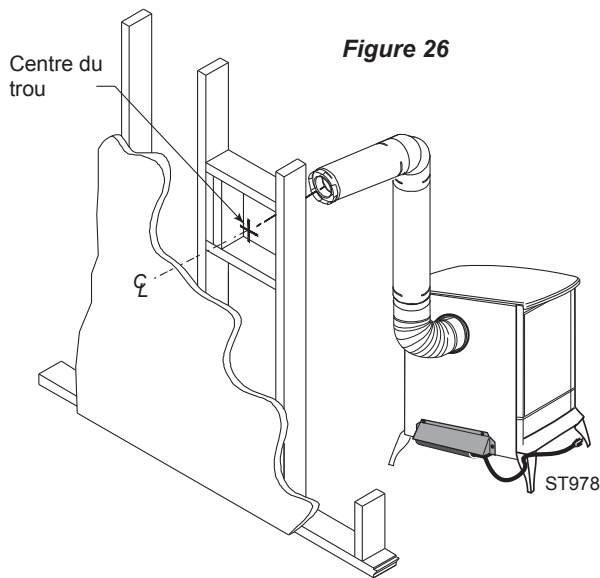

Figure 26
**Étape 3.** Avec la section de tuyaux de ventilation fixée à l'adaptateur de l'appareil, glissez et placez le poêle à son emplacement final. Indiquez sur le mur un trou de 10" x 10" (254 x 254 mm) de dimension. Le centre du tuyau de ventilation devrait concorder avec le centre du carré tracé. (Fig. 26) Coupez et structurez le trou dans le mur extérieur, à travers lequel le conduit de ventilation devra passer. Si le mur extérieur à travers lequel le conduit de ventilation passera est constitué de matériaux non combustibles seulement (i.e. bloc de maçonnerie, brick ou béton), un trou avec dégagement nul est toléré.